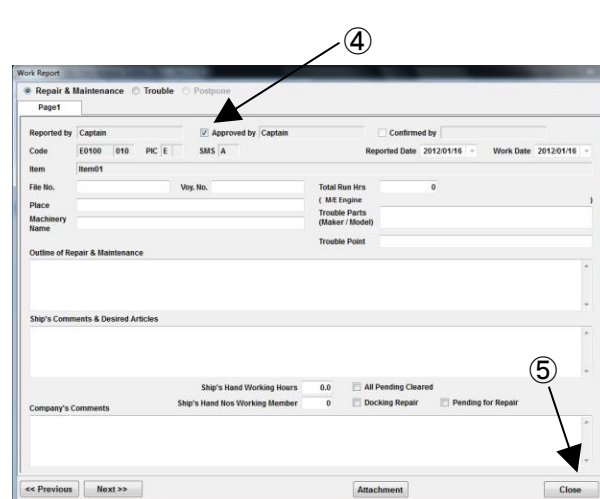

図 8-3 Work Report 画面
- (2) Work Report の承認者の名前が表示されますので、確認の上、以下の手順で Work Report の承認を行ってください。
- (3) 承認する Work Report を選択し、[Detail Work Report]ボタンをクリックしてください。"Work Report"画面(図 8-3)が表示されます。
- (4) Work Report の内容を確認し、"Approved by"チェックボックスにチェックマークをつけてください。
- (5) [Save]ボタンをクリックして内容を保存し、[close]ボタンをクリックして"Work Report"画面を終了してください。
- (6) "Work History"画面、左側にあるチェックボックスにチェックマークを入力することで、承認することもできます。
- (7) [Approve All]を選択した場合、全ての Work Report に対し、承認を行うことができます。
- (8) [Menu]ボタンをクリックすると、"Menu"画面に戻ります。